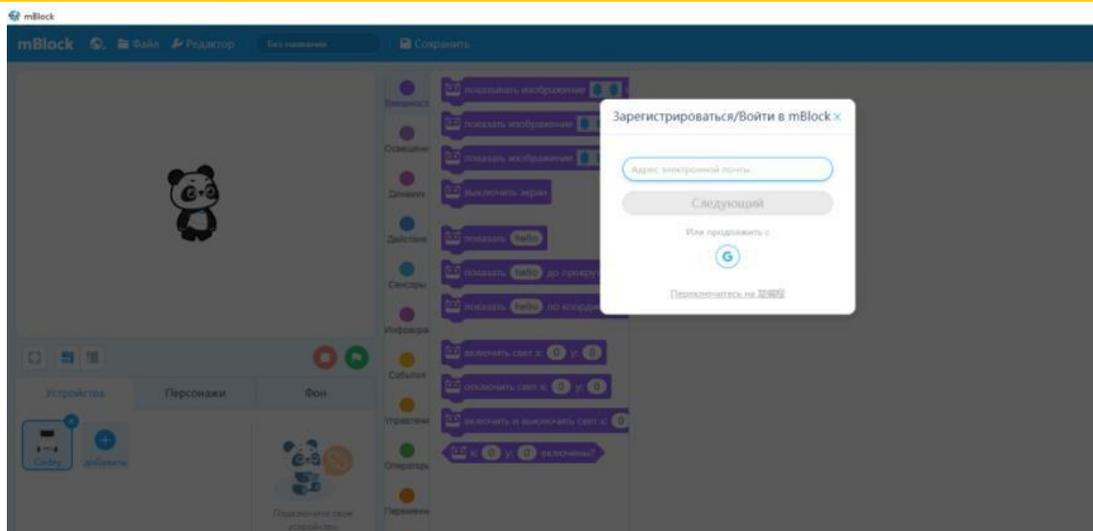
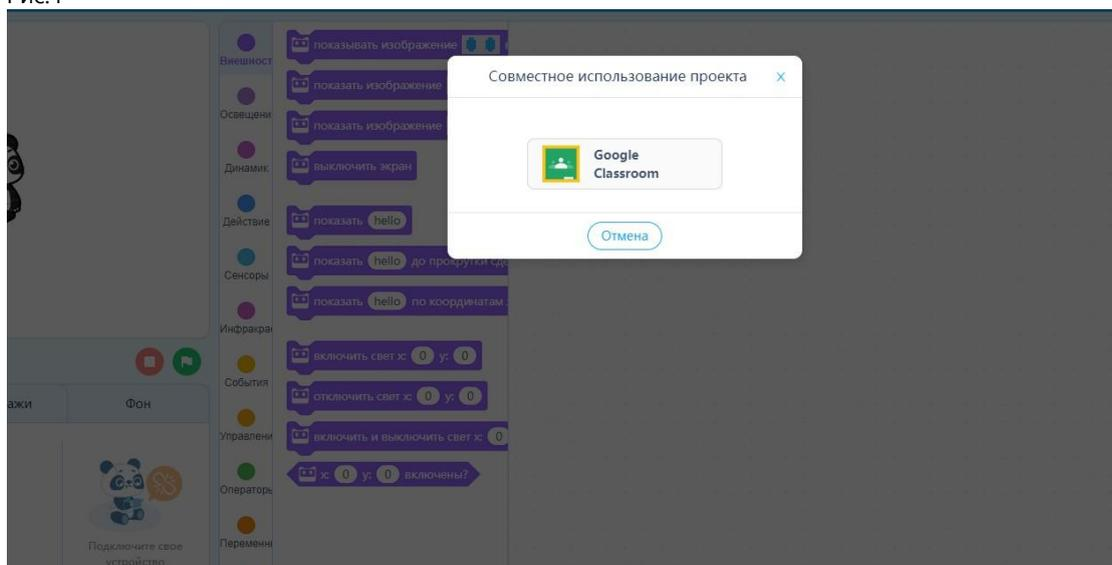

Рис.4
Рис.5
- «Открыть» - открывает, созданный в mBlock5, файл из облака, доступен, если вы зарегистрировались на сайте mBlock5, рис.4;
- «Сохранить как» - сохраняет файл в облаке, если есть учётная запись на сайте, рис.4;
- «Поделиться с...» - можно поделиться своим проектом в облако «Google classroom», если есть аккаунт на сайте mBlock, рис.4 и рис. 5